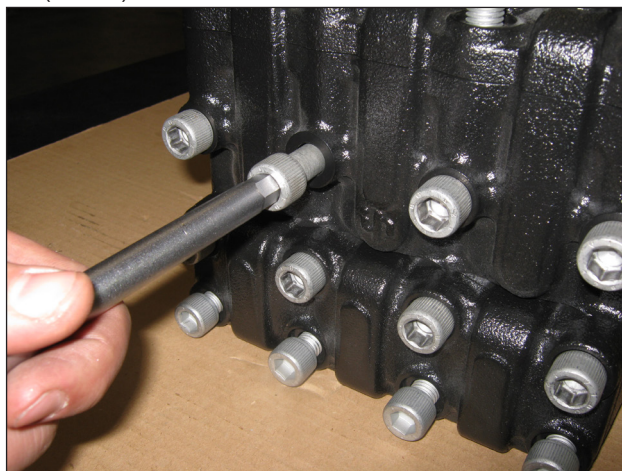

Рис. 36
- а) Открутите винты крепления торца M12x130 (M12x150 на SN6416 и SN6418, M12x190 на SW64), как указано на (Рис. 36).